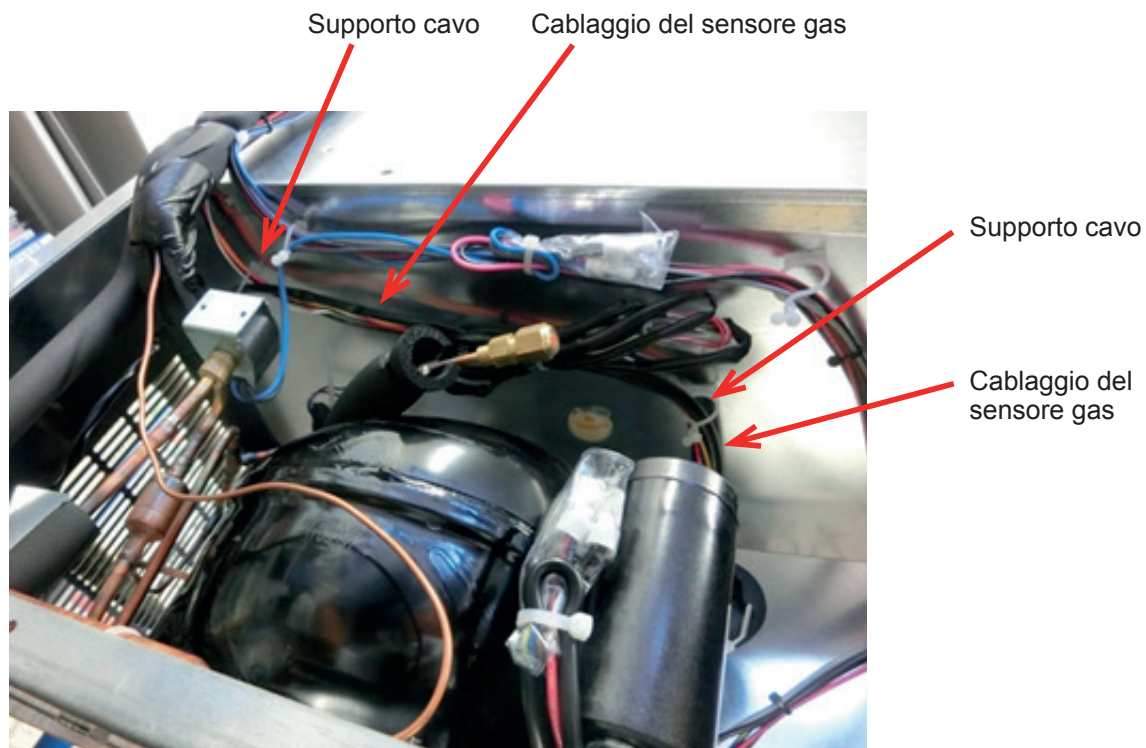

Fig. 40
16) Fissare il cablaggio del sensore gas al supporto cavo come mostrato in Fig. 40.